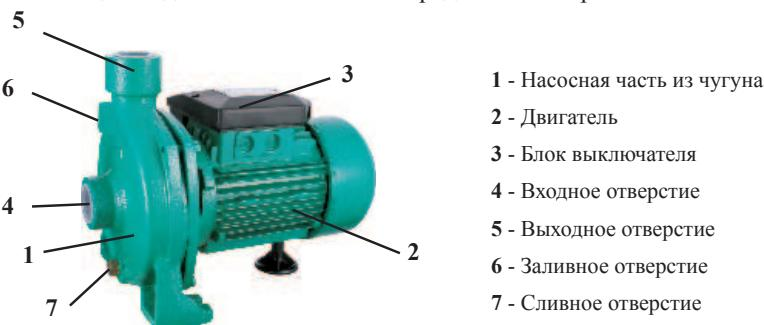
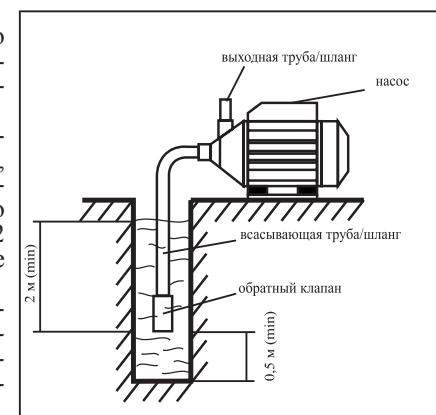

рис. 1
рис. 2
4.1 Общий вид* насоса схематично представлен на рис.1
6.3 Всасывающую трубу/шланг подсоедините к входному отверстию 4 (рис. 1), расположите под углом к входному отверстию (рис. 2), погрузите всасывающую трубу/шланг в воду на глубину не менее 2 м (расстояние до дна должно быть не менее 0,5м) - рис.2
ющую трубу/шланг оснащать обратным клапаном рис.2 (в комплект поставки не входит).
7.1 Если всасывающая труба/шланг оснащена обратным клапаном. Перед первым запуском наполните всасывающую трубу/шланг и насосную часть через заливное отверстие на корпусе насоса 6 (рис.1) водой при помощи воронки.
7.3. Если всасывающая труба/шланг не оснащена обратным клапаном наполните насосную часть прибл. на 3/4 от её объема, через заливное отверстие на корпусе насоса 6 (рис.1) водой при помощи воронки.
8.4 В случае, если предполагается перерыв в использовании насоса сроком более чем 1 месяц, слейте воду из насосной части через сливное отверстие 7 (рис.1) и по возможности продуйте систему сжатым воздухом.